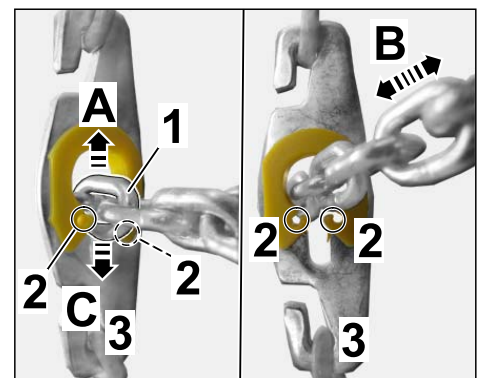

Bild 9
2.2.3 Kettenglied Spannkette aus Sicherung Langloch Verschlussplatte führen (⇒ Bild 9-Pfeil-).